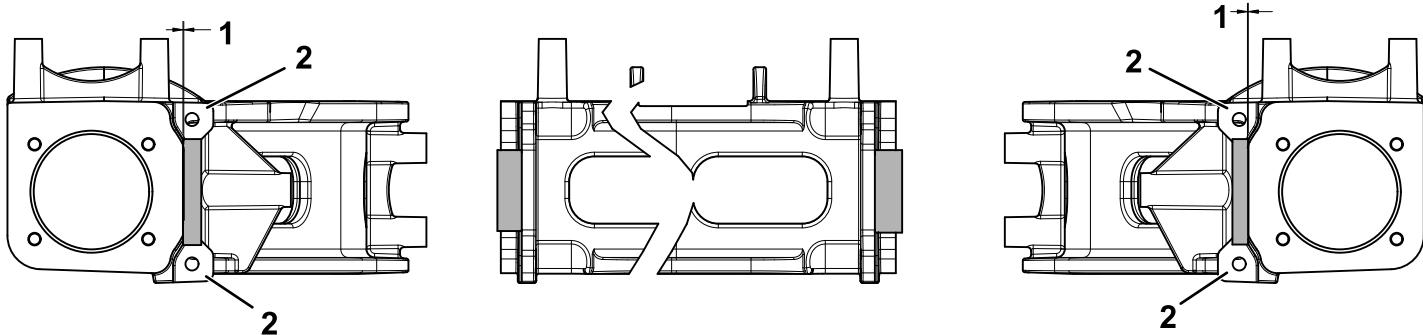

**Figura 7**
1. Amole 1,78 mm nas mangas da direção direita e esquerda como se mostra na Figura 7.
**Importante:** Não amole as superfícies que se mostram na Figura 7.
2. Amole 0,76 mm em cada lado do eixo traseiro como se mostra na Figura 7.